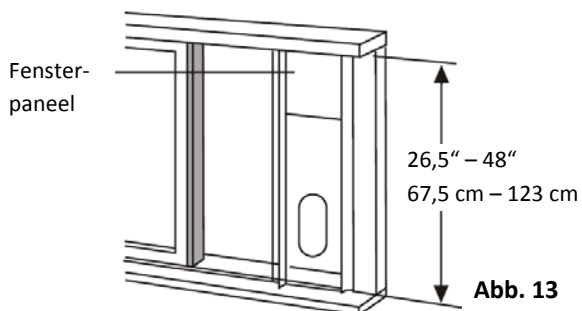

Abb. 13
2. Setzen Sie den Fensteradapter am Fensterstock auf. Passen Sie die Länge des Fensteradapters an die Fensterhöhe an, kürzen Sie den Fensteradapter, wenn die Höhe des Fensters weniger als 67,5 cm beträgt. Öffnen Sie den Fensterflügel und positionieren Sie den Fensteradapter auf dem Fensterstock. Siehe Abb. 13.